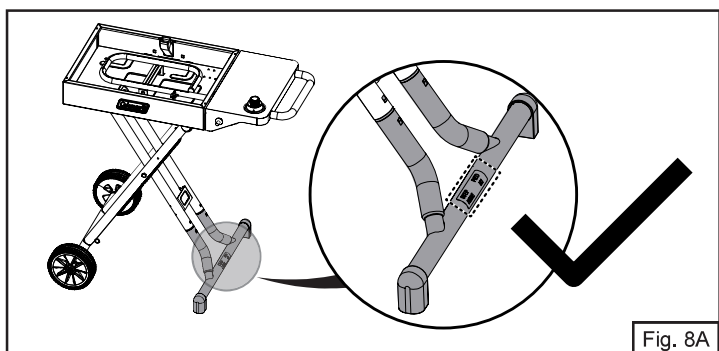

Fig. 8A
- NOTA:** está bien instalada si el texto de advertencia está hacia arriba (Fig. 8A). De otro modo está mal instalada (Fig. 8B).